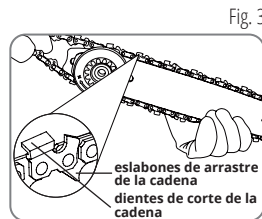

Fig. 3
3. Coloque los eslabones de arrastre de la cadena en la ranura de la barra (fig. 3).
4. Coloque los dientes de corte en la dirección de funcionamiento de la cadena (fig. 3).